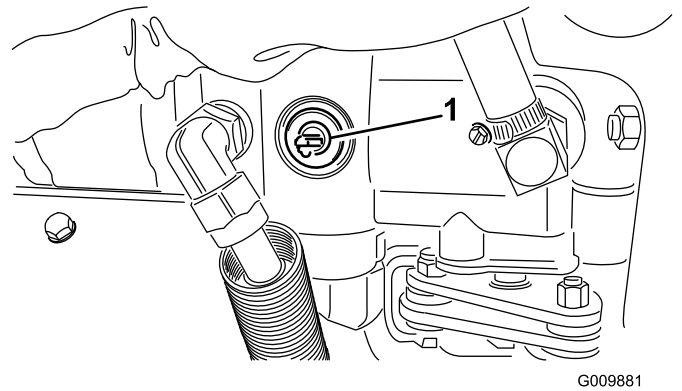

Figura 31
1. Posizionate la valvola di bypass sulla pompa (Figura 31) e ruotatela di 90° (la leva della valvola di bypass deve essere orizzontale quando è aperta).